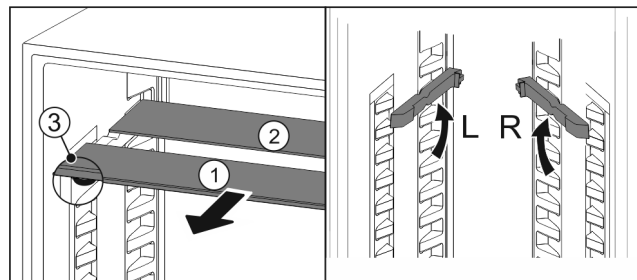

Fig. 118
- ▶ Glasplatten einzeln nach vorne herausziehen Fig. 118 (1).
- ▶ Glasplatte Fig. 118 (1) mit Zierleiste liegt vorne.
- ▶ Stopps Fig. 118 (3) zeigen nach unten.